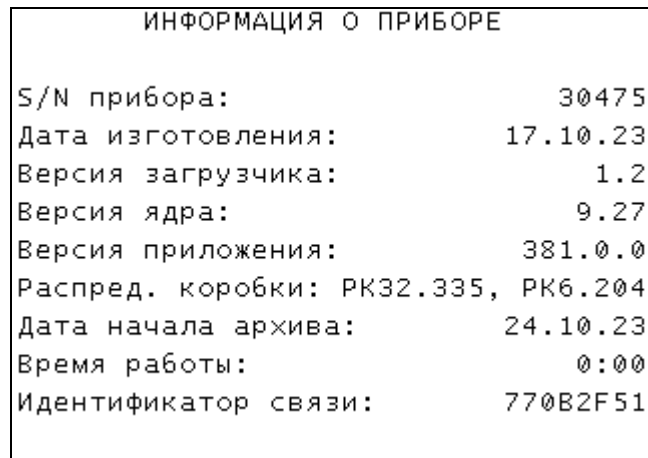

Рис.11. Окно "Информация о приборе"
2.5.3 "Информация о приборе". Вход в этот пункт открывает окно со Следующей информацией (рис. 11):